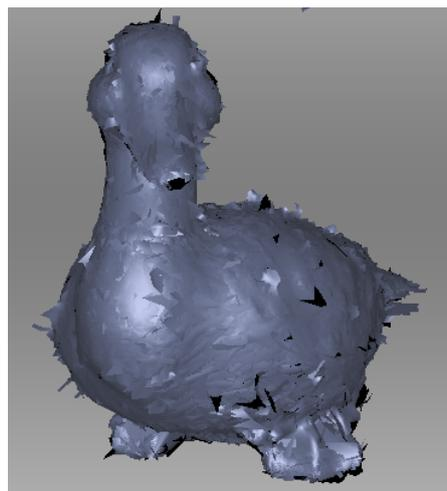

Abbildung 73: Ausrichtung-Ergebnis.
3. Auf *Ausrichten* klicken. Das Ergebnis sollte dem in Abb. 73 veranschaulichten entsprechen. Bei nicht zufriedenstellendem Ergebnis auf  klicken und den Empfehlungen in *Manuelles starres Ausrichten mit Hilfe der Punkte-Spezifikation* folgen.